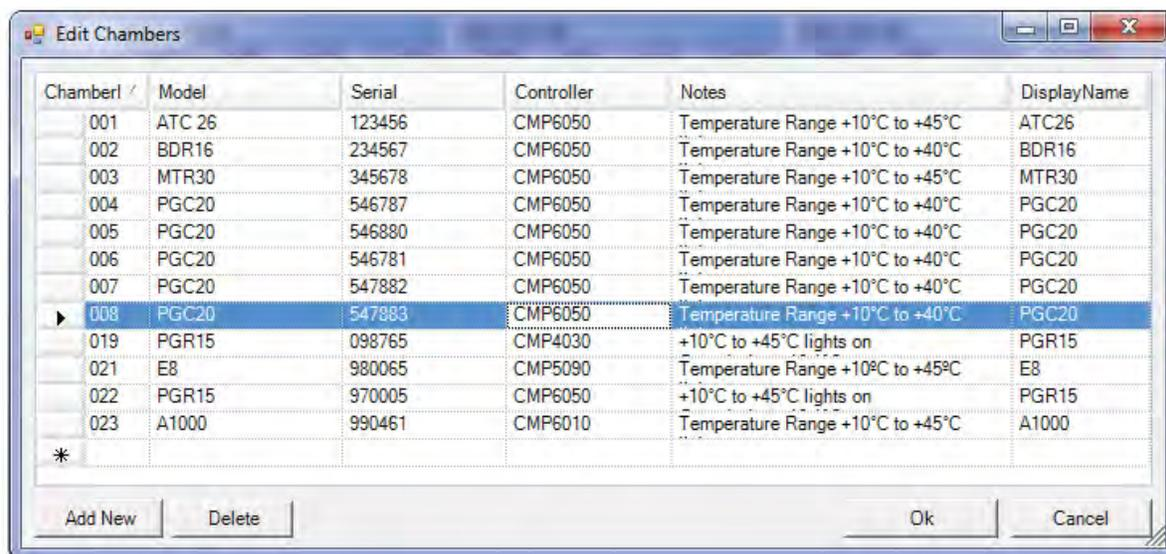

Figure 2.11 : Boîte de dialogue d'édition des chambres
6. Pour modifier des données de la fenêtre « Edit Chambers » (modifier les chambres), sélectionnez le champ à modifier et entrez la nouvelle information tel que montré à la figure 2.11.